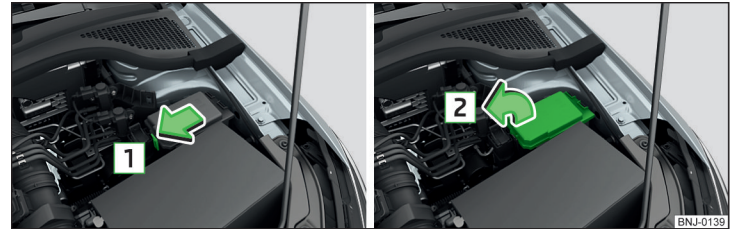

Abb. 283 Abdeckung abnehmen
- Die Verriegelungstaste der Abdeckung in Pfeilrichtung **1** drücken und die Abdeckung in Pfeilrichtung **2** abnehmen » Abb. 283.